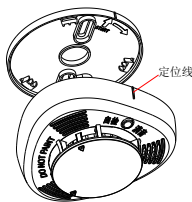

图 5
- 4) 按图 5 将报警器侧壁定位线（小凸棱）处对正底座上“start”箭头所指处，并按旋转箭头指示方向旋转，即可将报警器安装在底座上。